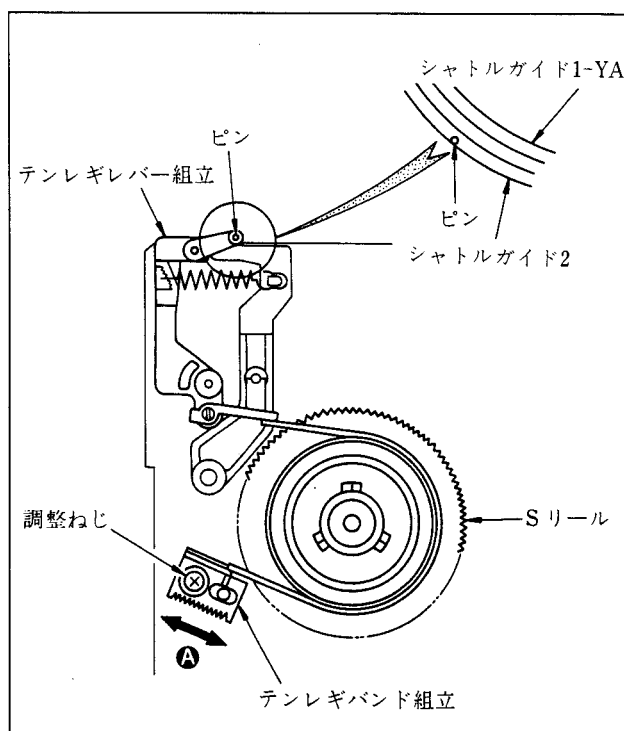

図3-30. テンレギレバー位置の調整
- 2) テンレギレバー組立のテープガイドピンが図3-30のようにシャトルガイド2の外周の内側に位置するように調整ねじをゆるめ、テンレギバンド組立を矢印A方向に動かして調整する。